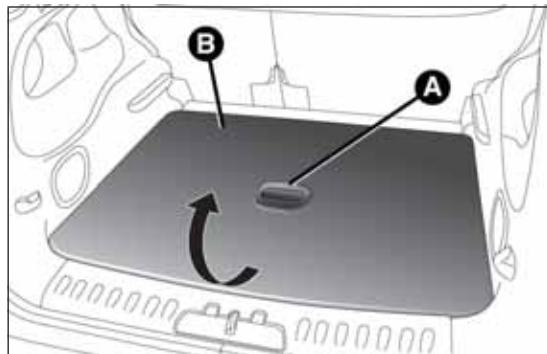
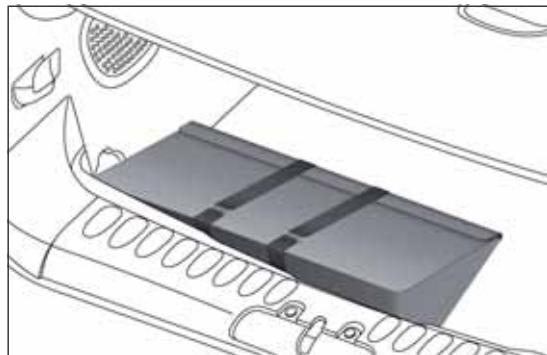

fig. 25
fig. 26
- Versioni 5 posti*: aprire il bagagliaio, impugnare la maniglia A fig. 25 e sollevare verso l'alto il piano B del "Cargo Magic Space" tenendolo con una mano. Successivamente prendere la borsa portattrezzi fig. 26. La movimentazione del piano di carico del "Cargo Magic Space" deve avvenire disponendosi in posizione centrale rispetto al bagagliaio.